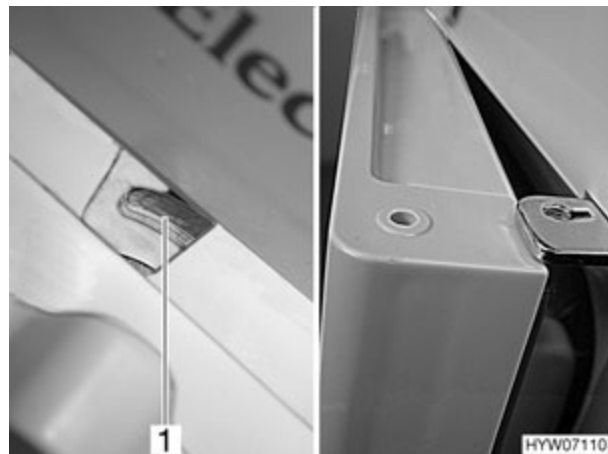

Fig. 127 Puerta del frigorífico en posición de ventilación (variante 4)
- Fijar la puerta del frigorífico con ayuda del bloqueo (Fig. 127,1). De este modo, la puerta del frigorífico quedará ligeramente abierta (Fig. 127).